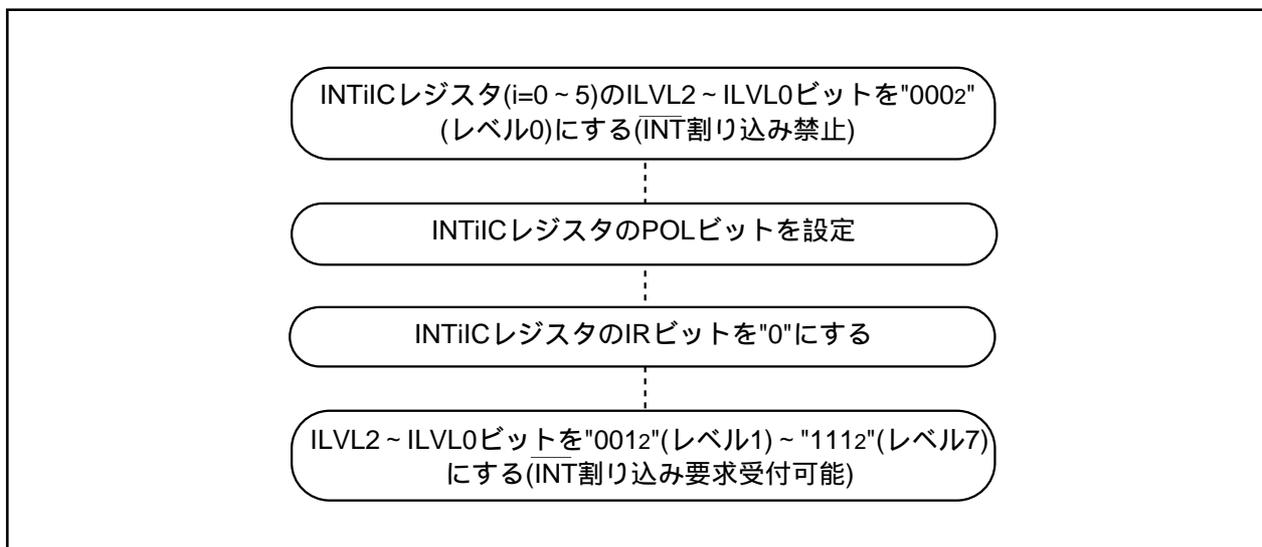

図24.3 $\overline{\text{INT}}$ 割り込み発生要因の切り替え手順例
- $\overline{\text{INT0}} \sim \overline{\text{INT5}}$ 端子の極性を切り替えるときにIRビットが“1”(割り込み要求あり)になることがあります。切り替えた後、IRビットを“0”(割り込み要求なし)にしてください。図24.3に $\overline{\text{INT}}$ 割り込み発生要因の切り替え手順例を示します。